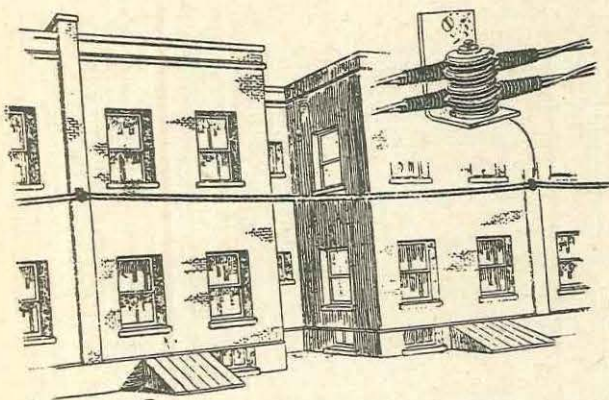

Fig. 19
d) Cuando la construcción del edificio lo permita, se harán vanos en las paredes traseras, con lo que se ahorrarán muchos taladros. Este método conviene cuando las paredes medianeras de las casas sobresalen, hay ventanas con antepecho saliente o la manzana de casas es irregular. En las manzanas nuevas donde la edificación aumentará lentamente, el cable de acometida puede tenderse en las paredes traseras de las casas en aisladores y soportes grandes para acometidas. Todas las retenciones se harán dobles, excepto las últimas, que serán finales (fig. 19).